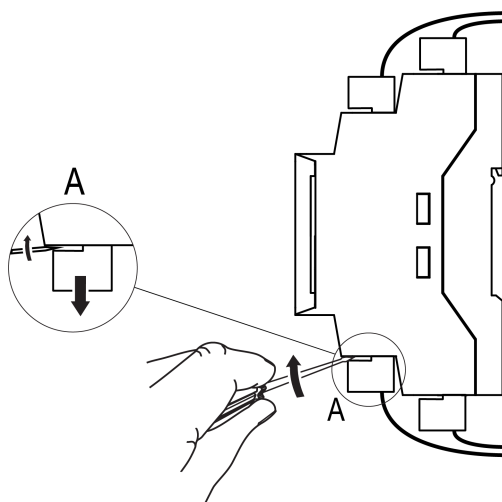

Рисунок 5.3 – «Быстрая» замена прибора
2. Отделить от прибора съемные части клемм с подключенными внешними линиями связи с помощью отвертки (см. рисунок 5.3).